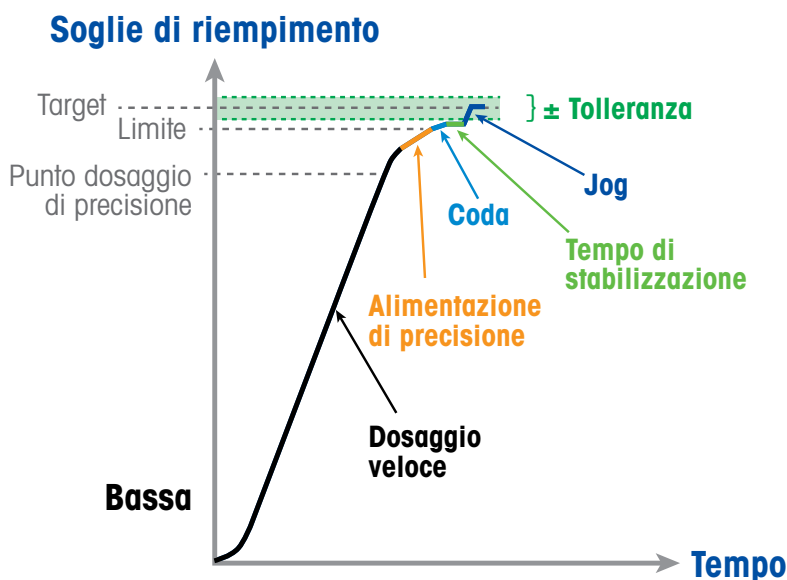

Figura 25: operazione di riempimento a due velocità
5. Nella Figura 25 viene suggerito un modo per risolvere il dilemma velocità/accuratezza. È possibile riempire la maggior parte del serbatoio ad alta velocità (livello di accuratezza basso), quindi passare alla velocità bassa (livello di accuratezza elevato) verso la fine. In altre parole, utilizzare il riempimento a due velocità, come descritto maggiormente nel dettaglio di seguito. Aver riempito la maggior parte del serbatoio a bassa accuratezza non determina alcuna conseguenza negativa, purché si applichino in tempo i rallentamenti per terminare il processo di riempimento con accuratezza elevata. Si tratta dell'approccio standard per ottenere un equilibrio accettabile tra velocità e accuratezza ed è il metodo maggiormente utilizzato al giorno d'oggi.
Nella Figura 25 vengono rappresentate le soglie di riempimento in relazione ai tempi necessari per le operazioni di riempimento tradizionale a due velocità. A seconda dell'accuratezza necessaria, tutti questi elementi o solo alcuni di essi potrebbero essere integrati in una tipica operazione di riempimento. Nella parte superiore è rappresentato un riempimento target con una fascia di tolleranza \pm . Il ciclo di riempimento può essere suddiviso in diverse fasi come illustrato nella figura. Quando il dispositivo di alimentazione viene attivato per la prima volta, è necessario del tempo affinché il flusso di materiale diventi regolare nella fase di alimentazione rapida. Oltre a queste, esistono altre fasi per garantire che il riempimento rientri nei limiti di tolleranza. I vari termini vengono spiegati dettagliatamente di seguito.